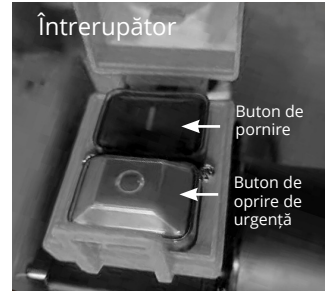

Fig. 4
3. Apăsați butonul verde (Fig. 4).
Apăsăți butonul de oprire de urgență sau butonul roșu pentru a opri motorul (Fig. 4).